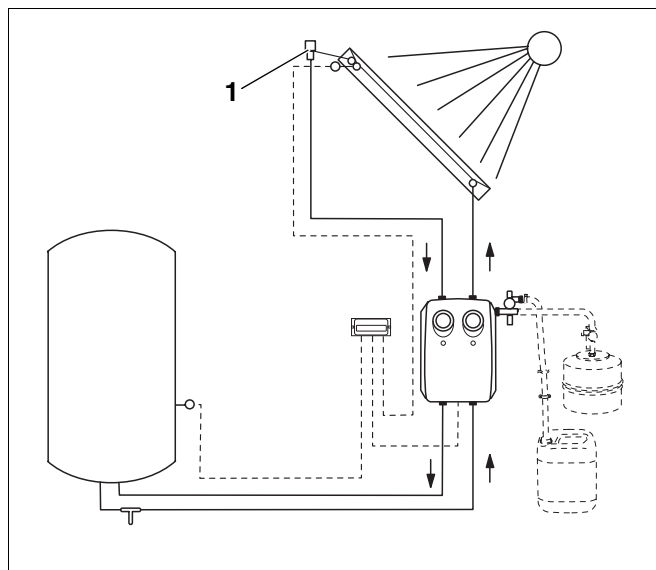

Fig. 4 Posição da purga automática
- ▶ Se desejar efectuar a purga do sistema de energia solar através de um dispositivo automático de purga (Fig. 4, **Item 1**) no ponto mais elevado do sistema, deverá instalar as tubagens com uma inclinação em relação ao dispositivo de purga. Em cada mudança de direcção para baixo é necessário existir uma câmara de ar adicional com dispositivo de purga (utilizar dispositivos de purga inteiramente metálicos; resistência a temperaturas de 150 °C).